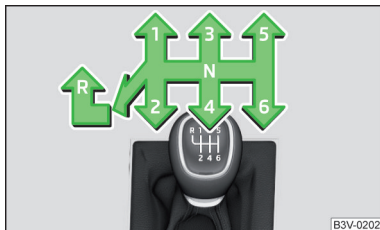

Abb. 168
Auf dem Schalthebel ist das Schaltschema für die einzelnen Gangstellungen dargestellt » Abb. 168.
- Den Schalthebel völlig nach links und dann nach vorn in **R**-Stellung stellen » Abb. 168.